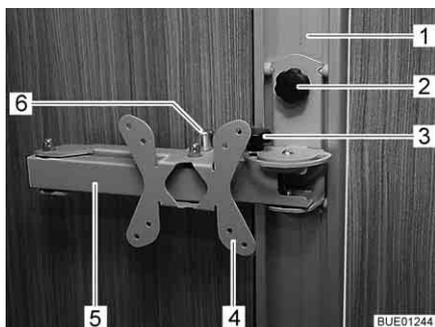

Fig. 53 Soporte sobre riel
- Soltar el tornillo de torniquete (Fig. 53,2) y desplazar el soporte (Fig. 53,4) del riel (Fig. 53,1) hasta la altura deseada.
- Aflojar el tornillo de torniquete (Fig. 53,3).
- Tirar del botón de desbloqueo (Fig. 53,6). El brazo articulado (Fig. 53,5) estará desbloqueado.
- Volver a apretar el tornillo de torniquete (Fig. 53,3).
- Girar la pantalla plana de regreso a la posición inicial hasta que el brazo articulado (Fig. 53,5) engatille en el bloqueo de forma audible.
- Soltar el tornillo de torniquete (Fig. 53,2), desplazar el soporte (Fig. 53,4) hasta la altura deseada, y volver a apretar el tornillo de torniquete.